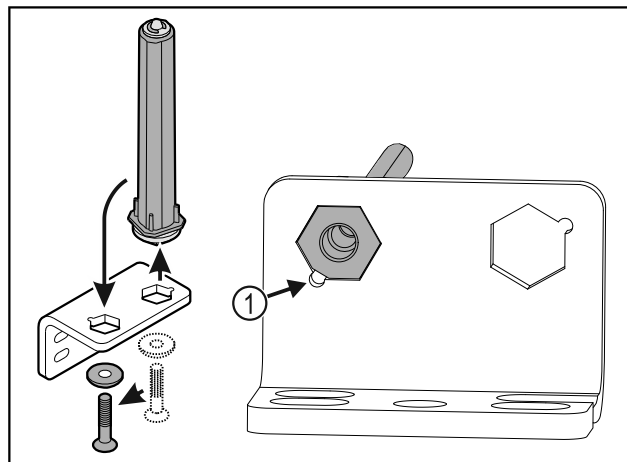

Fig. 36
- При поставянето внимавайте за това, скосяването на болта Fig. 36 (1) да сочи към кръглия отвор.